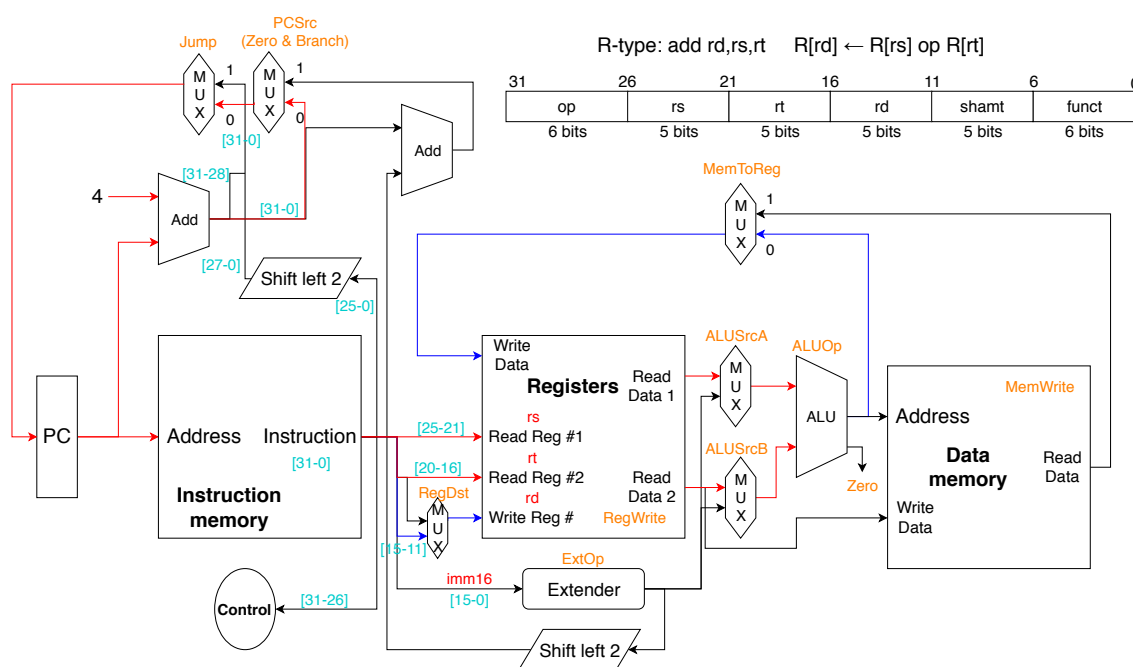

图 3: Add/sub/and/or通路
公共的数据通路为取指和PC+4，见图3最左红色通路，下文将不再提及。
1. add/sub/and/or指令均为R类型，数据通路相同，唯一不同为ALU操作码的选择。见图3，执行阶段从指令中读入rs、rt、rd三个寄存器的地址，然后从寄存器堆中读出rs和rt寄存器的内容，送至ALU进行运算，最后写回rd寄存器。